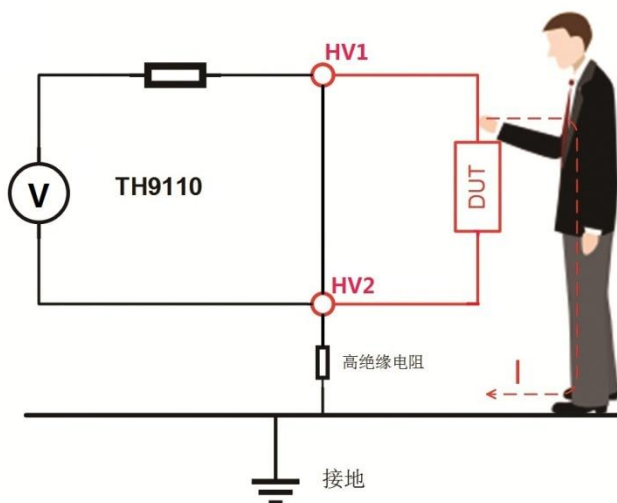
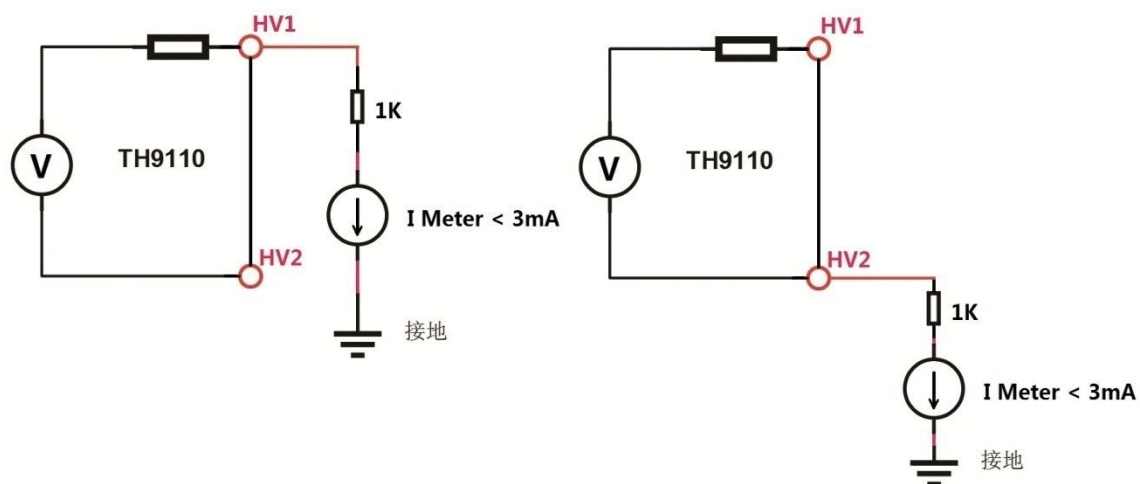

图 4-6
图 4-7 HV1 端/HV2 端对大地关系
- b) 触电保护设置为浮地 FLOAT 时，仪器高压输出高端 HV1，高压输出低端 HV2 呈浮接状态，如图 4-6 所示。当人体不小心接触到测试高压端时，高压电路的低端 HV2 并未接地，而是和地线隔离，相当于接入一个高绝缘电阻，因此通过人体的电流不会大于 3mA，从而保证测试人员的安全。如图 4-7 所示。